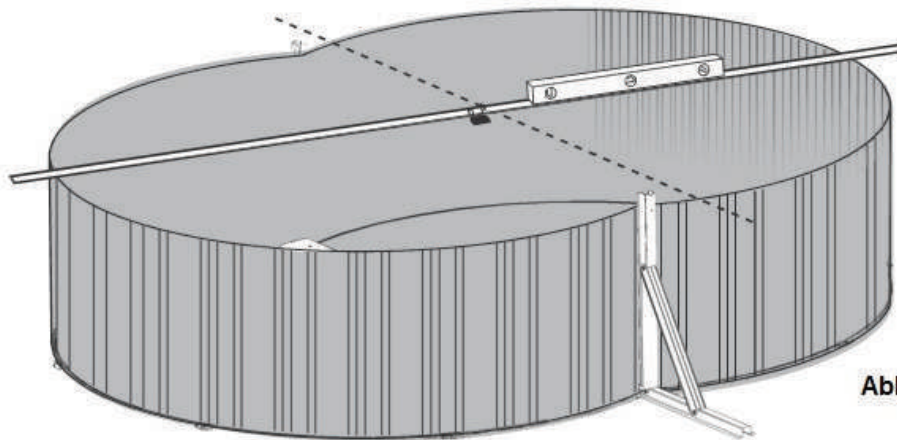

**Abbildung 23**
10. Richten Sie die beide Ende der Poolwand aus und beginnen Sie anschließend damit jeden Bolzen und jede Mutter einzuschrauben und manuell festzudrehen, bis die gesamte Länge der Verbindung montiert ist (siehe Abbildung 23). Ziehen Sie die Bolzen nicht vollständig fest, bis Sie kontrolliert haben, dass die Wand korrekt angeordnet, ausgerichtet und nicht beschädigt ist.